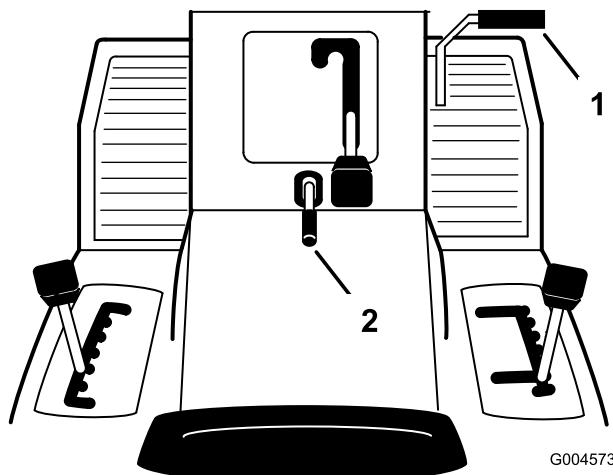

Figure 8
1. Appuyez sur la pédale de frein/d'embrayage (Figure 8) et maintenez-la enfoncée.
2. Relevez le levier de frein de stationnement (Figure 8) et relâchez progressivement la pédale d'embrayage/de frein.
1. Enfoncez la pédale d'embrayage/de frein (Figure 8).